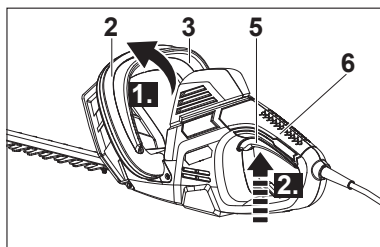

Fig. 5
1. Verifique se o dispositivo de corte (lâmina) (1) não toca em nenhum objeto. Remova a proteção (10) do dispositivo de corte (lâmina) antes de ligar o produto.
2. Segure o aparelho com uma mão na pega frontal (2) e com a outra, na pega traseira (6).
3. Aperte o interruptor de segurança (3) em direção à pega frontal (2) e segure esta posição (Fig. 5, passo 1).
4. Aperte o interruptor on/off (5) para ligar o aparelho (Fig. 5, passo 2).
5. Solte o interruptor on / off (5) ou o interruptor de segurança (3) para desligar o produto..